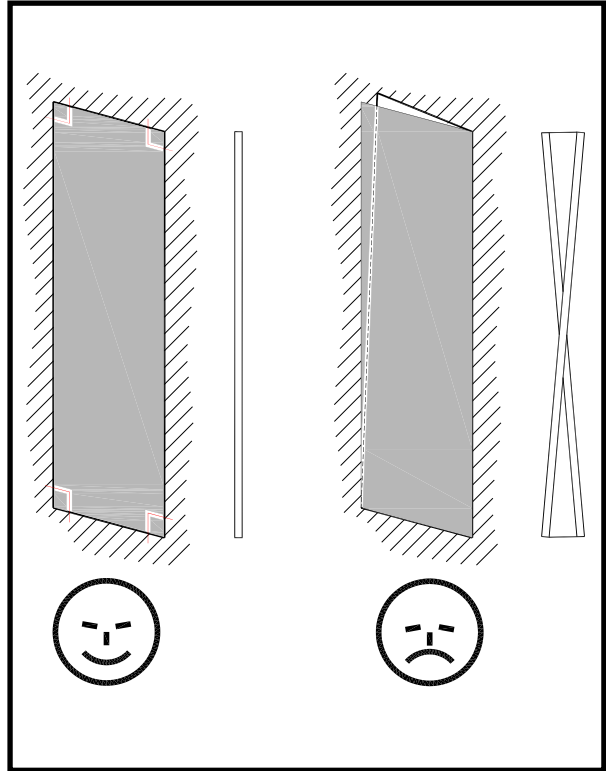

Bild 11.
2. Wenn dies nicht der Fall ist (d. h. der Rahmen nicht plan anliegt), ist der Sitz des Rahmens zu korrigieren (s. Abbildung 11).